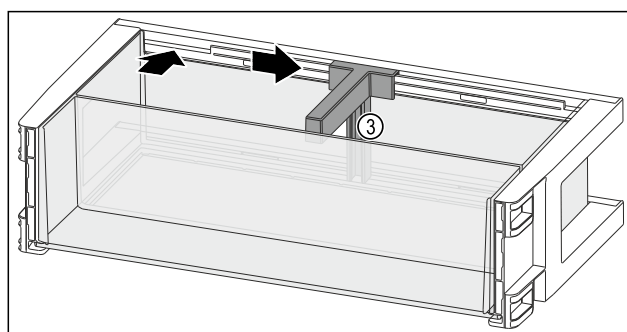

Fig. 136
- ▶ Włożyć uchwyt butelek Fig. 136 (3) do zagłębienia.
- ▶ Przesunąć uchwyt butelek Fig. 136 (3) na wybraną pozycję na bok.